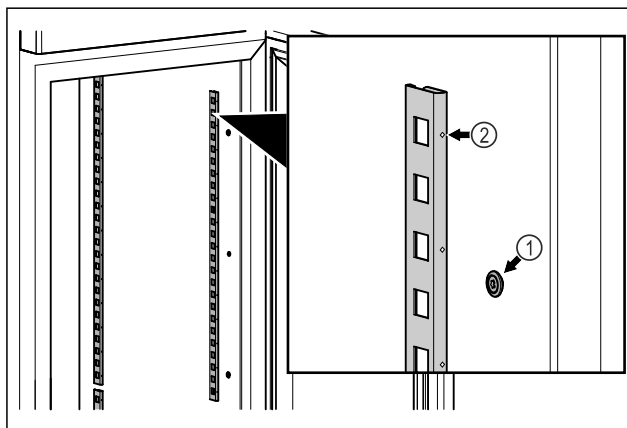

Fig. 58 Примерно изображение
- ▶ Закачете заключващите ленти в окачването Fig. 58 (1). Маркировката Fig. 58 (2) трябва да сочи напред.